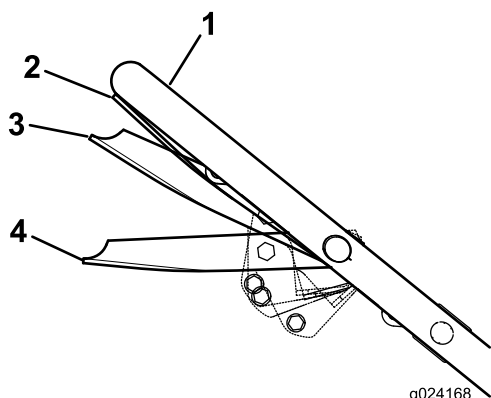

Figura 15
4. Sujete la barra de control de la cuchilla en la posición de marcha/cambio, unos 2.5 cm (1") por debajo del manillar (**Figura 15**).